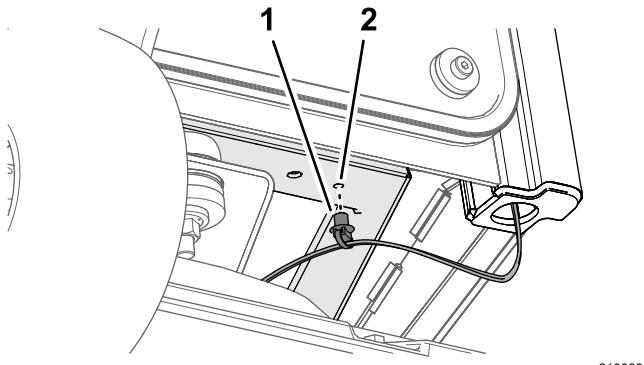

Figure 25
- Groundsmaster série 5910 : insérez la fixation enfichable de la branche reliée au phare du faisceau de la plate-forme dans le trou du support avant (Figure 25).